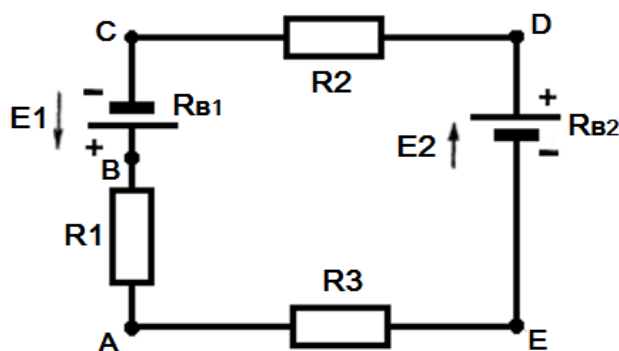

Рис. 1.31. Схема к расчетному заданию 3
**Задание 3.** Построить потенциальную диаграмму для цепи, если  $E_1 = 125 \text{ В}$ ,  $E_2 = 115 \text{ В}$ ,  $R_{B1} = 0,4 \text{ Ом}$ ,  $R_{B2} = 0,2 \text{ Ом}$ ,  $R_1 = 2 \text{ Ом}$ ,  $R_2 = 5 \text{ Ом}$ ,  $R_3 = 2,4 \text{ Ом}$  (рис. 1.31).